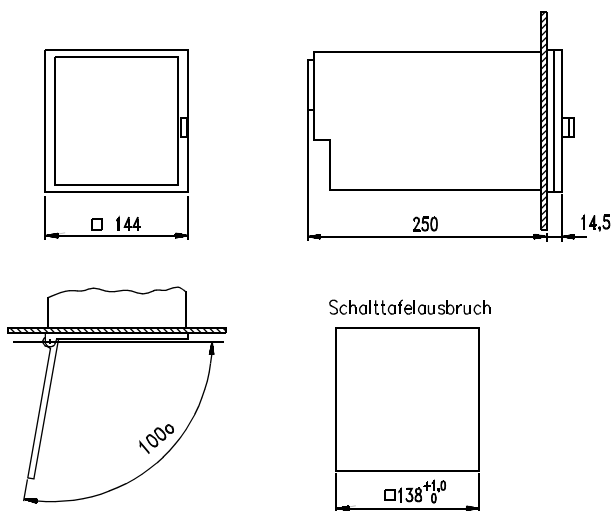
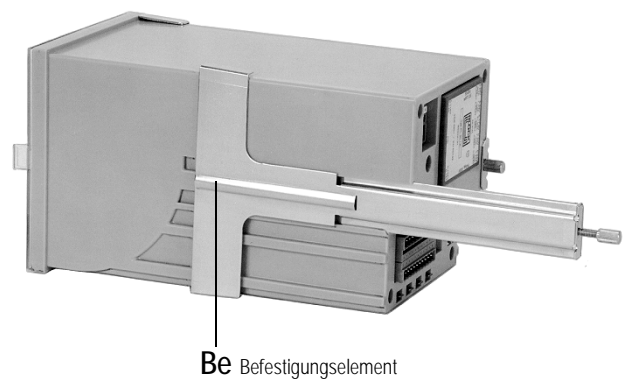

Bild 2 Maßbild LINAX 4000M (Maße in mm)
Bild 3 Befestigungselemente einsetzen
1.3 Montieren (siehe Bild 2 und Bild 3)
2. Befestigungselemente **Be** seitlich am Gehäuse in die Führungsnuten einschieben (siehe Bild 3).